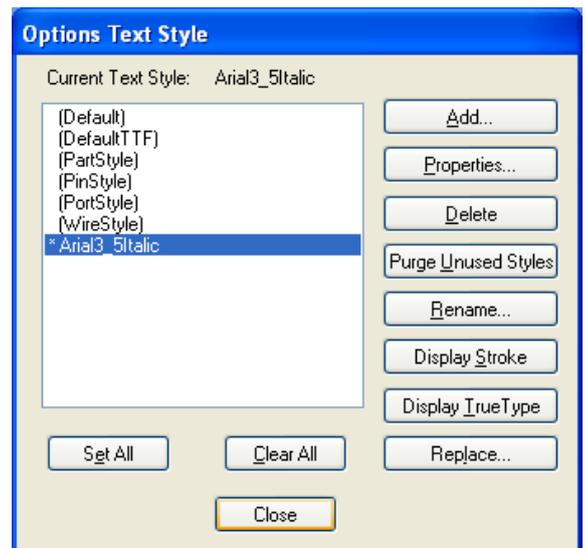

Рисунок 5.5 - Установка текущего стиля текста
- Отметьте щелчком ЛК мыши стиль **Arial3_5italic** в списке стилей на панели **Options Text Style** (рис. 5.5), который теперь станет текущим¹¹.